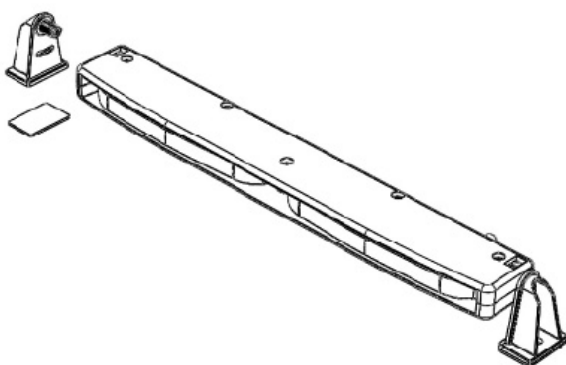

FIGURE 6
6. Installer le support comme indiqué à la figure 6. Serrer doucement l'écrou à la main.